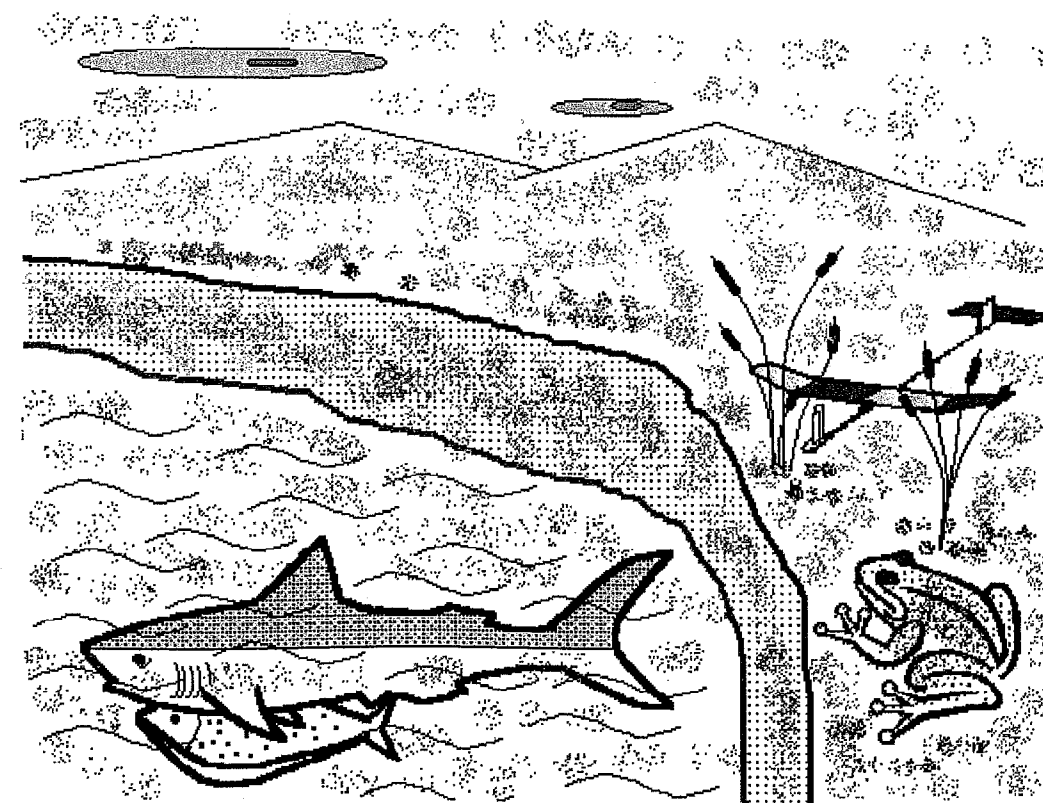

Figure 3 La grenouille, le requin et le turbot de du vieux récit
- quelles sont les raisons pour lesquelles la grenouille a les yeux à fleur de tête ? (*figure 3*) ;